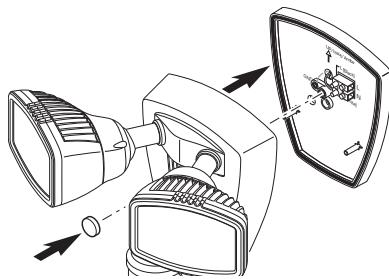

Figure 5
2. Assurez-vous aussi que le joint de caoutchouc est bien placé dans la rainure autour de la plaque 1-2-Easy Connect^{MC} (voir la Figure 5).
4. Serrez solidement le boulon de montage, en évitant toutefois de trop le serrer (voir la Figure 5).
5. Enfoncez fermement le bouchon de plastique dans le trou du boulon de montage du luminaire (voir la Figure 5).